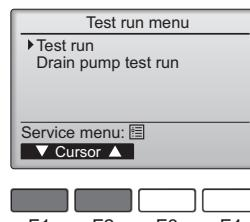

Fig. 7-4
④ С помощью кнопки [F1] или [F2] выберите пункт "Test run" (Тестовый прогон) и нажмите кнопку ⌂. (Fig. 7-4)